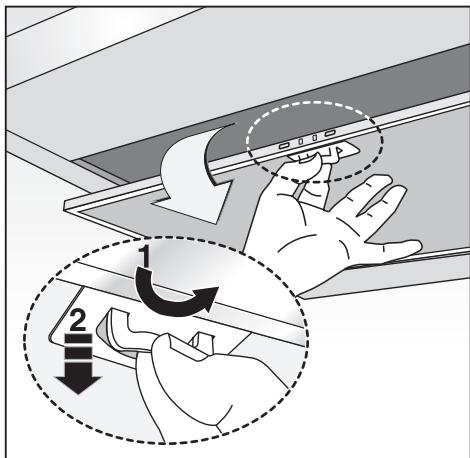

Fig.16
parte superiore deve essere all'esterno di quella inferiore. Non collegare lo scarico della cappa ad un condotto in cui circoli aria calda o utilizzato per evacuare fumi degli apparecchi alimentati da un'energia diversa da quella elettrica. Prima di procedere alle operazioni di montaggio, per una più facile manovrabilità dell'apparecchio disinserire i filtri/i antigrasso (Fig.16).
- Se il vostro apparecchio è dotato di camino decorativo inferiore che necessita di fissaggio al corpo cappa con le viti, rimuovere dalla cappa i filtri antigrasso agendo sulle apposite maniglie (Fig.16).